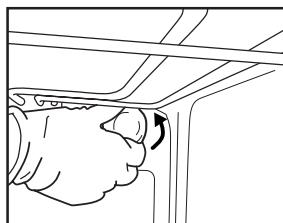

Fig. 6
2. Desaperte a cobertura da lâmpada (Fig. 6), substitua a lâmpada (consulte a nota para ver o tipo de lâmpada) e apafuse novamente a cobertura da lâmpada.